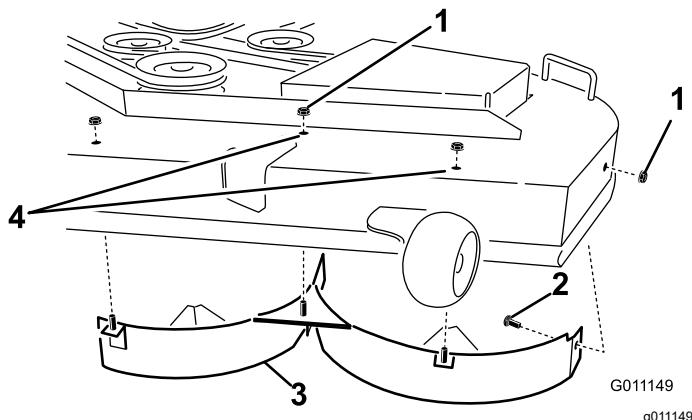

Рисунок 17
- Отверните 3 контргайки (5/16 дюйма) от приваренных стержней левого дефлектора в верхней части деки газонокосилки в среднем положении, слева от среднего положения и в левом положении (Рисунок 17).
5. Отверните каретный болт и контргайку на боковой стенке деки газонокосилки, который крепит левый дефлектор к деке (Рисунок 17).
6. Снимите левый дефлектор с деки газонокосилки (Рисунок 17).
7. Найдите 2 болта в наборе отдельных деталей и используйте имеющиеся контргайки, чтобы установить крепежные детали в отверстия деки газонокосилки, показанные на Рисунок 17, для предотвращения выброса мусора.